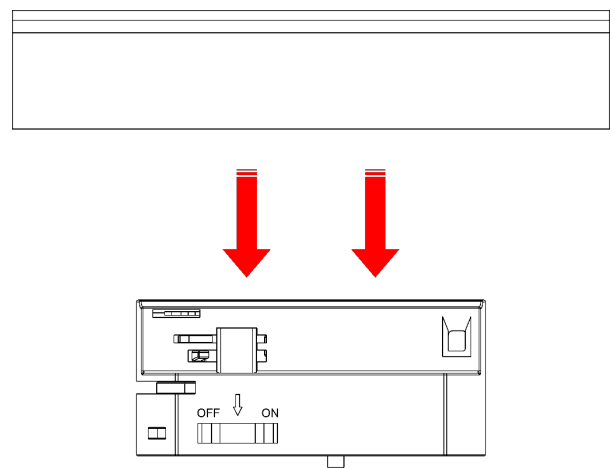

Abb. 13
- 05) Ziehen Sie den **Schienenadapter (01)** von der Schiene (siehe Abb. 13).